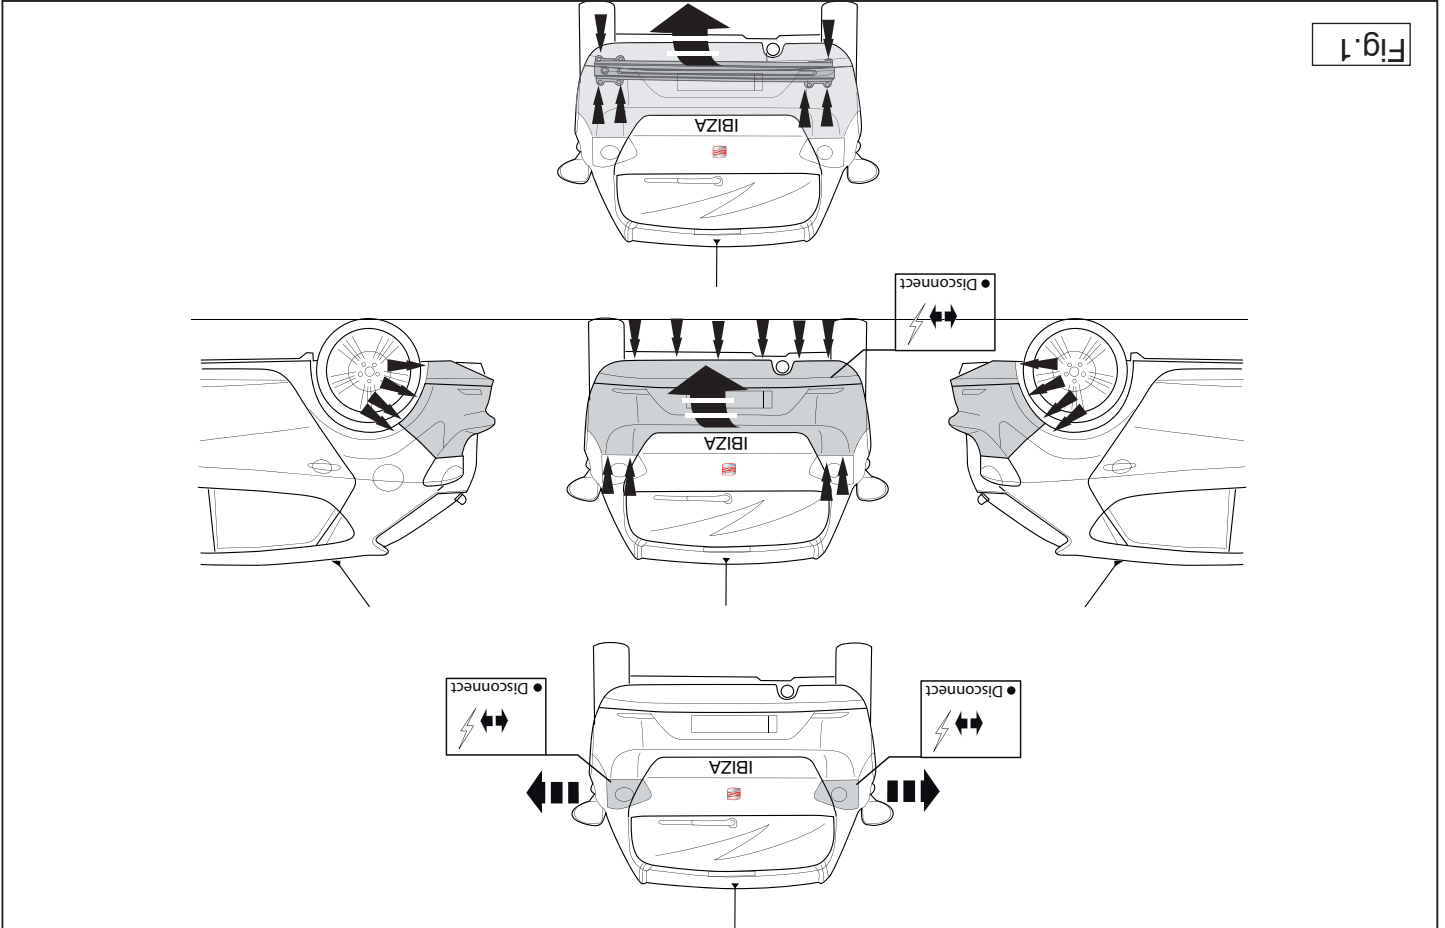

Fig. 1
1. Demonteer de bumper inclusief de stalen stootbalk van het voertuig, de stootbalk wordt niet meer gebruikt. Herplaats de moeren (zie fig. 1).
2. Remove the bumper and the steel buffer beam from the vehicle. The buffer beam will no longer be needed. Replace the nuts (see fig. 1).
2. Die Stoßstange einschließlich des stählernen Stoßbalkens vom Fahrzeug abmontieren. Der Stoßbalken wird nicht mehr benötigt. Die muttern montieren (siehe Fig. 1).
2. Déposer le pare-chocs du véhicule y compris la traverse en acier la traverse ne sera plus utilisée. Remettre les boulons de fixations en place (voir la fig. 1).
2. Demontera stötfångaren inklusive skruvar (se fig. 1).
2. Demonter kofangeren, inklusive køretøjets stålstødbjælke. Denne bliver overflødig. Sæt bolte på plads igen (jævnfør fig. 1).
2. Desmontar el parachoques inclusive el tope de acero del vehículo, el tope no se vuelve a utilizar. Volver a colocar tornillos (véase la fig. 1).
брус больше не понадобится. Поставить гайки на место (См. рисунок 1).